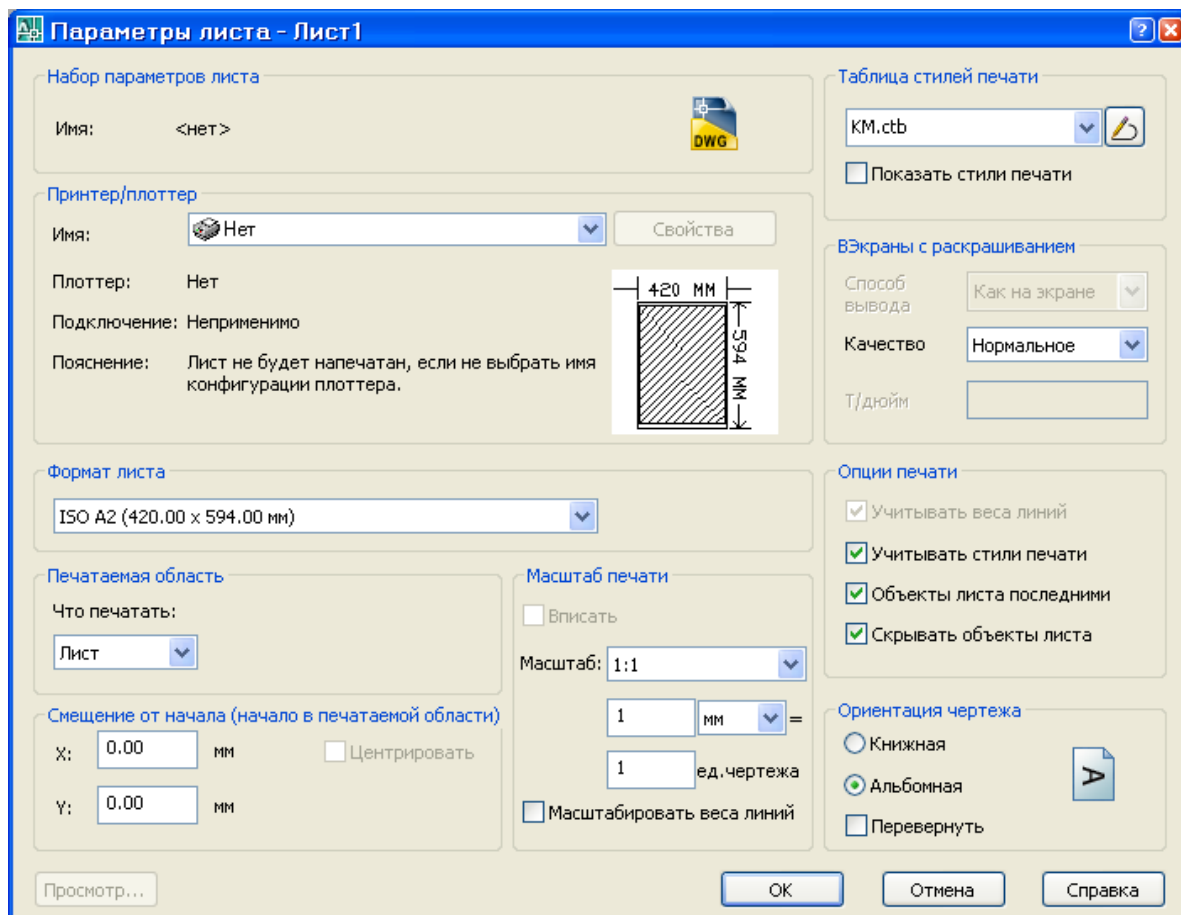

Рис.13.5. Диалоговое окно Параметры листа
- В новом окне **Параметры листа** (рис.13.5) в раскрывающемся списке **Формат листа** выделите строку **ISO A2 (420.00 x 594.00 мм)**.